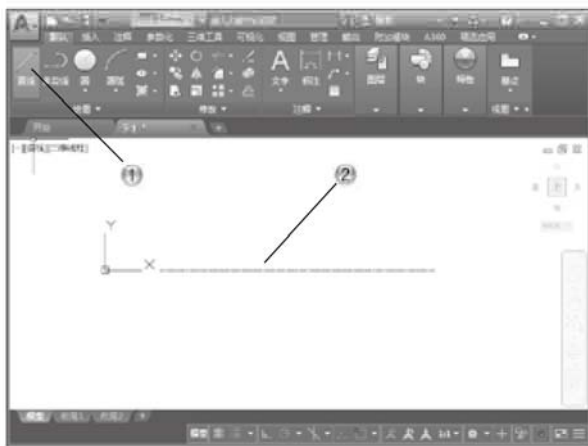

图 5-71
- ① 单击【默认】选项卡【绘图】面板中的【直线】按钮, 如图 5-71 所示。
- ② 在绘图区绘制中心线。